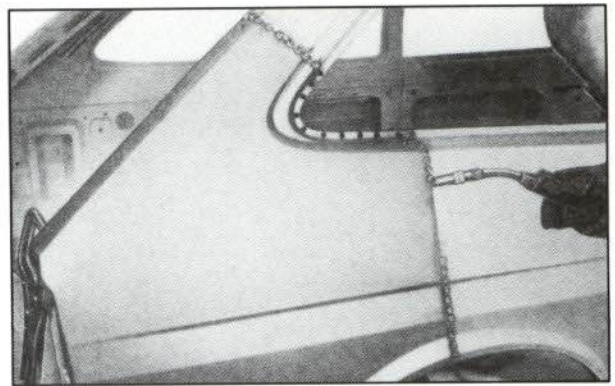

FIGURA 5.—Soldadura MIG en las costuras
- Con el equipo de soldadura MIG ajustado correctamente se suelda por puntos el borde de unión entre paneles según puede observarse en la figura 5.